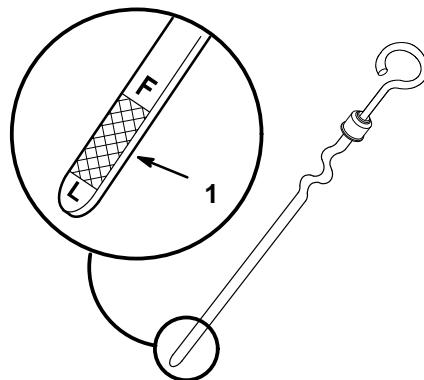

Figure 5
4. Retirer la jauge d'huile et bien essuyer l'extrémité métallique (Fig. 5).